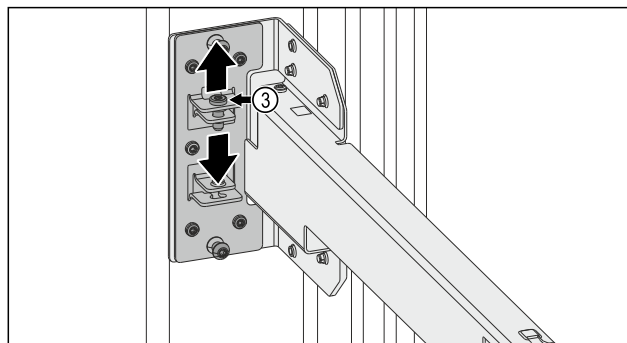

Fig. 15
- ▶ Povolte šroub Fig. 15 (3).
- ▶ Šroub Fig. 15 (3) utáhněte.